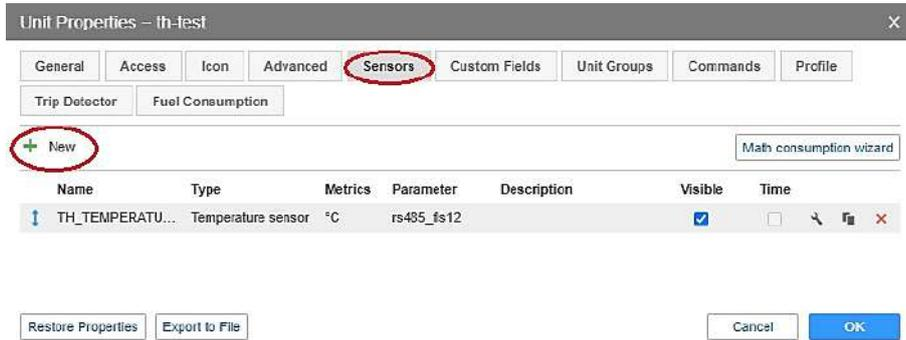

Рисунок 28 – Окно Unit Properties
–В открывшемся окне **Unit Properties** выбрать вкладку **Sensors** (рисунок 28), в которой отображаются все подключенные датчики и устройства.